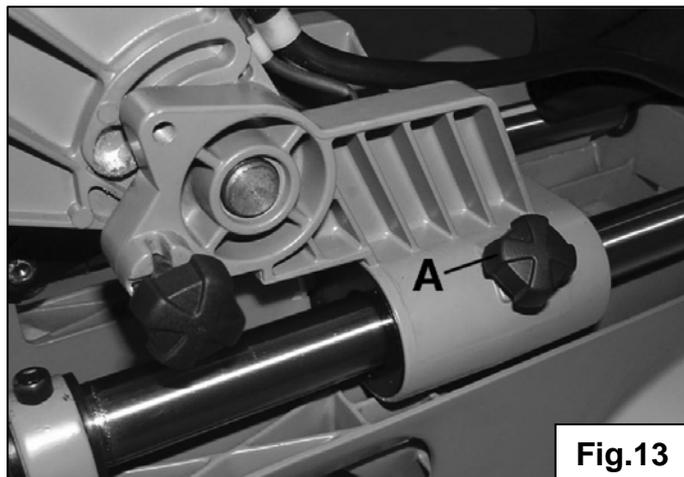

Fig.13
1. Allentate la leva di bloccaggio delle barre radiali **(A)** **Fig.13** nel senso inverso delle lancette di un orologio per liberare il meccanismo di spostamento radiale.